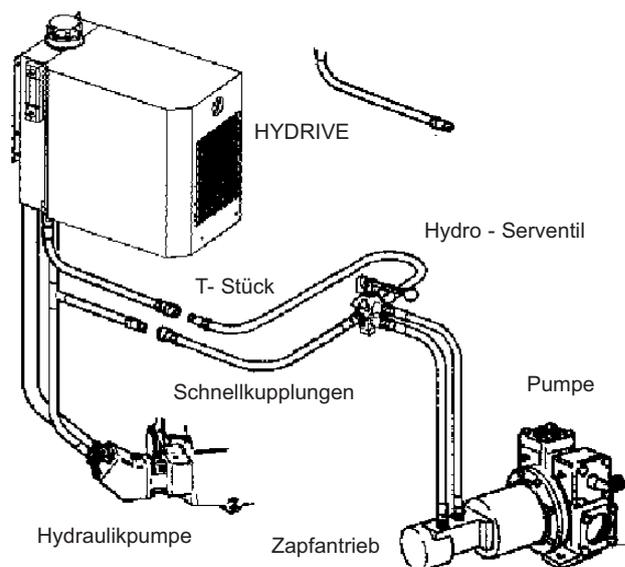

Abb. 1
Abb. 1 illustriert den Hydraulikkreislauf eines HYDRIVE-Systems für den Antrieb eines einzigen Motors (ohne Wahlschieber). Wenn sich der Motor in beide Richtungen drehen soll, muss ein Hydro-Servventil in den Kreislauf eingebaut werden.
1. Einen HD-Schlauch zwischen dem Austritt der Hydraulikpumpe und der Motorversorgung anschließen. Ein T-Stück einbauen (Abb. 1) und am Punkt "MOTOR" an den Hydraulikblock anschließen.